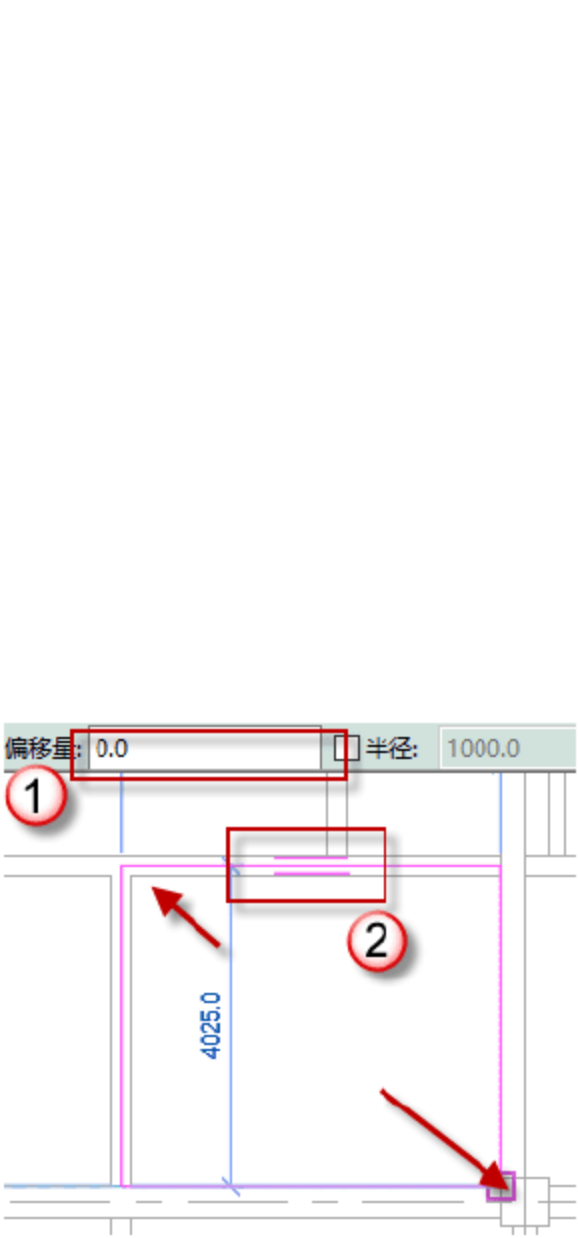

图 3.2.68 绘制 6 号板
(14) 绘制 6 号板，单击“矩形”按钮，绘制 6 号板，调整跨方向，将偏移量设置为 0，单击√按钮，完成绘制，如图 3.2.68 所示。